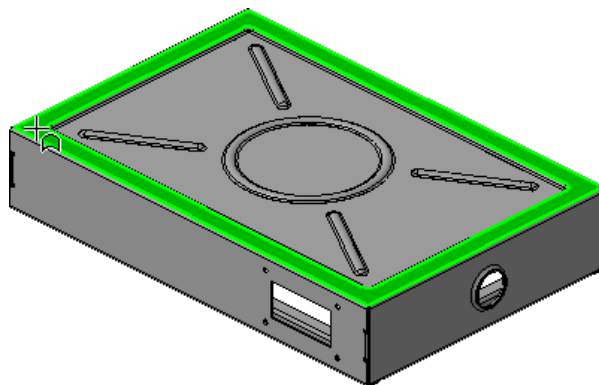

Рисунок 70.
- Укажите грань, щелкните на ней правой кнопкой мыши и выполните из контекстного меню команду Эскиз из библиотеки (рис. 70).